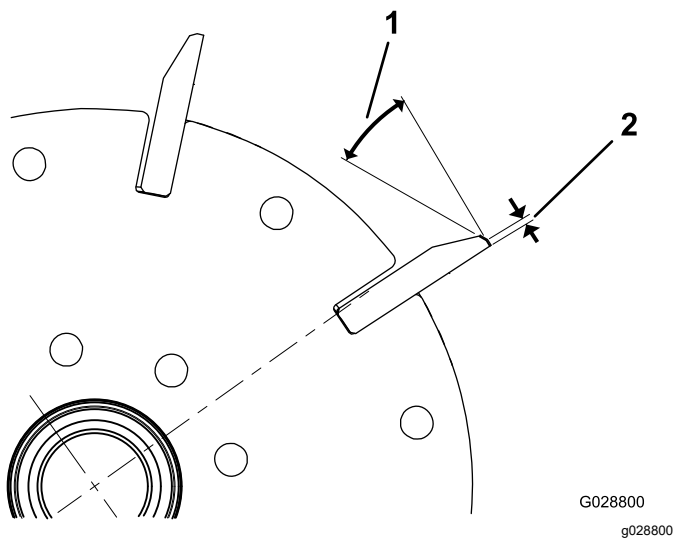

Bild 38
- Tragen Sie einen Nachschliff von 30° auf alle Messerspindeln auf, bis die Kante 1,3 mm breit ist (Bild 38).